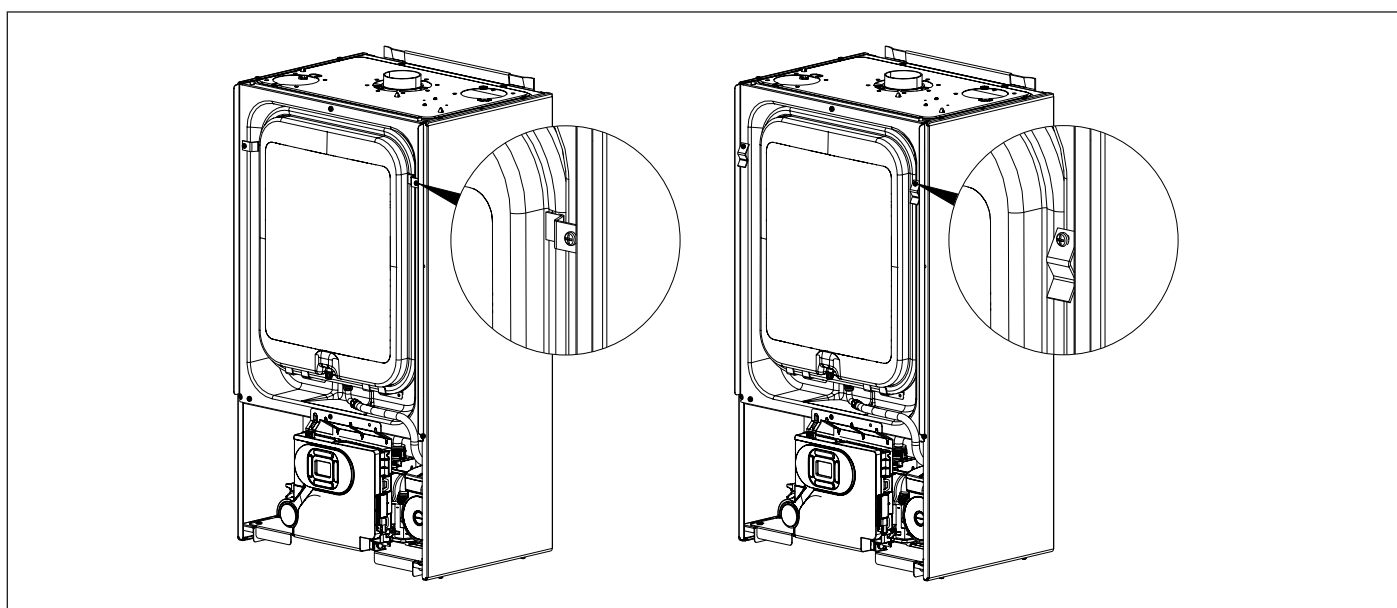
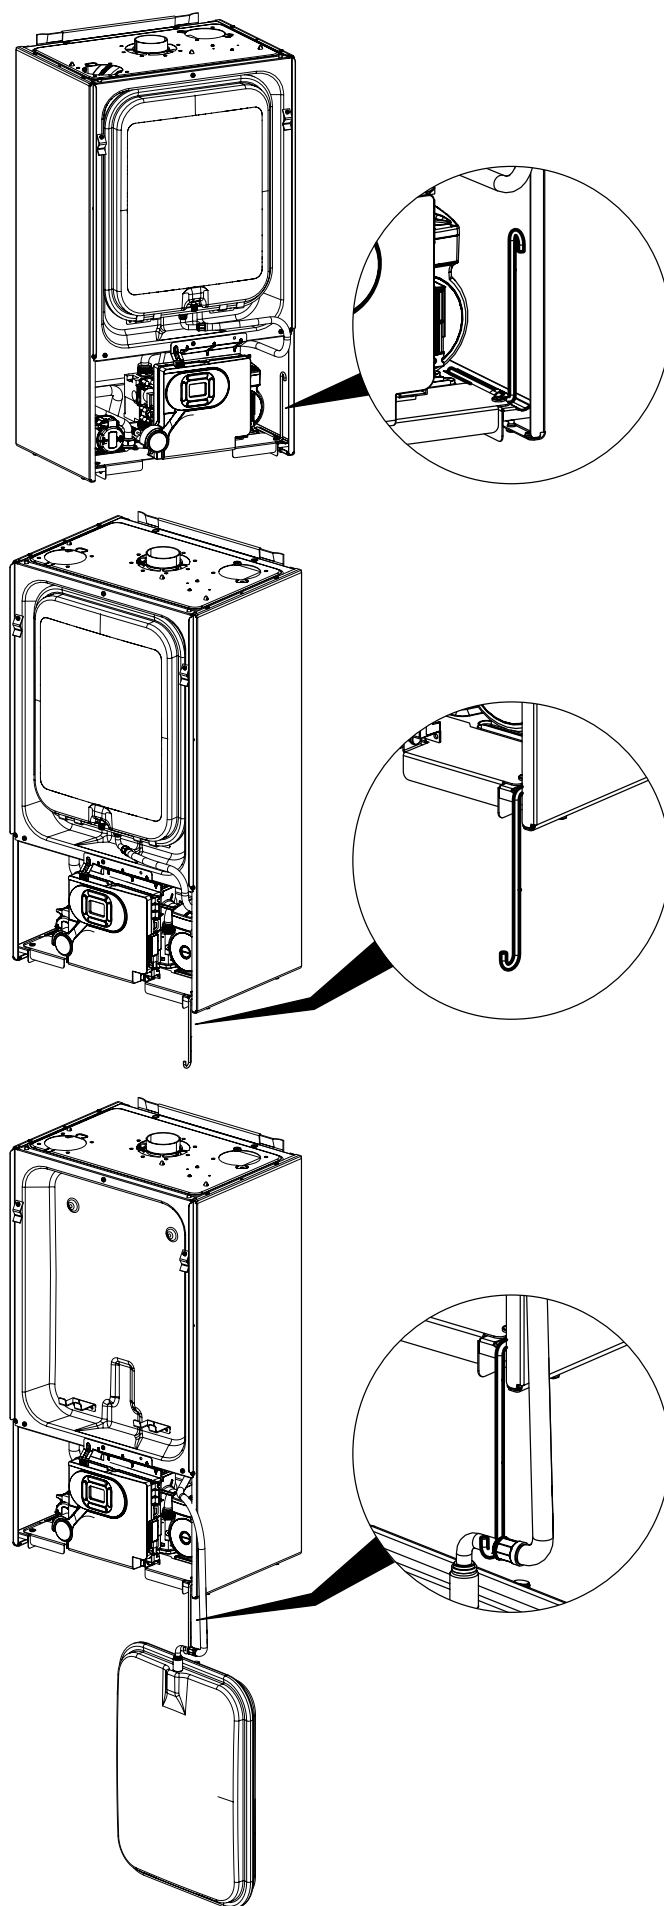
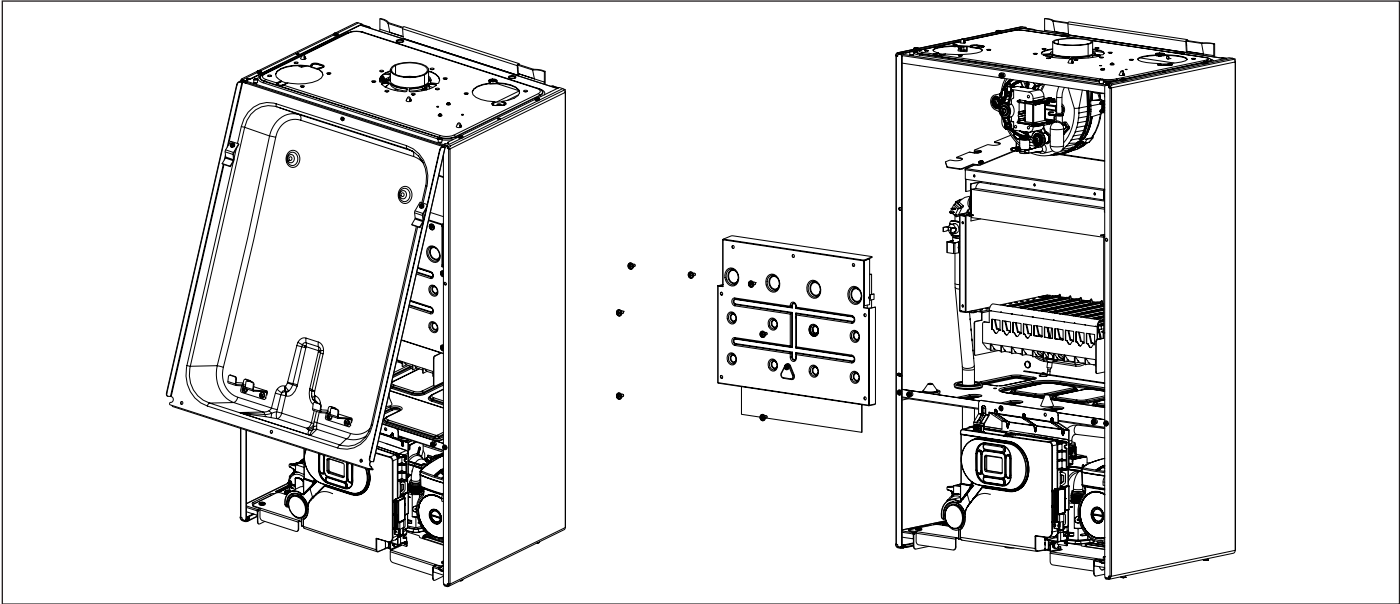

Рис. 24 Съемка фиксаторов расширительного бака
Рис. 25 Скоба для закрепления расширительного бака
Рис. 26 Разбор камеры сгорания
- Снять переднюю панель герметичной камеры, предварительно сняв расширительный бак (смотри Рис. 24 Съемка фиксаторов расширительного бака; Рис. 25 Скоба для закрепления расширительного бака и Рис. 26 Разбор камеры сгорания).
- Снять переднюю панель камеры сгорания (смотри Рис. 26 Разбор камеры сгорания).